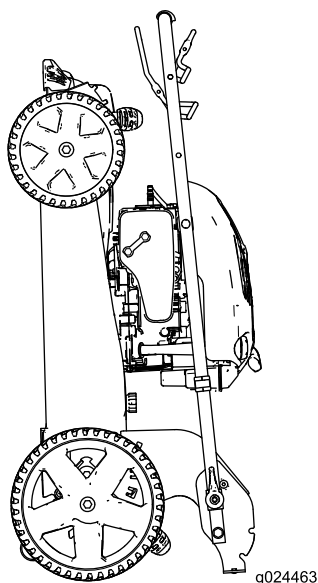

Figura 19
- Levante la parte delantera de la máquina con el manillar y llévela al lugar de almacenamiento (Figura 19).